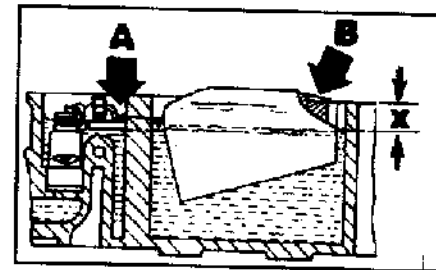
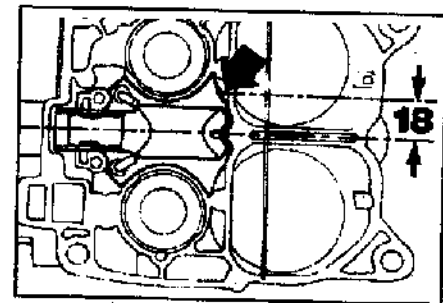

Рис.8 Замер уровня поплавковой камеры.
Рис.9 Точка замера уровня.
- Б) Используя набор измерительных щупов, замерить расстояние "Х" (Рис.8) от лицевой поверхности топливопровода среза средней части карбюратора с установленной прокладкой. Точка замера должна находиться на расстоянии 18 мм от средней линии самого поплавка (Рис.9).